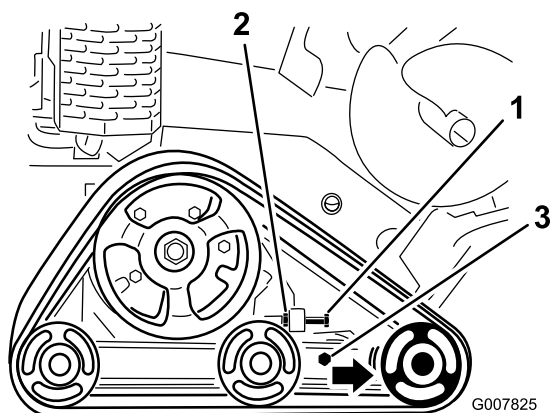

Figura 48
3. Afloje la contratuerca del perno tensor de la oruga, y los pernos de fijación del brazo tensor (Figura 48).
4. Apriete el perno tensor a 32,5–40 Nm para tensar la oruga (Figura 48).
4. Afloje el perno tensor y la contratuerca (Figura 48).
5. Afloje los pernos de fijación (Figura 48).